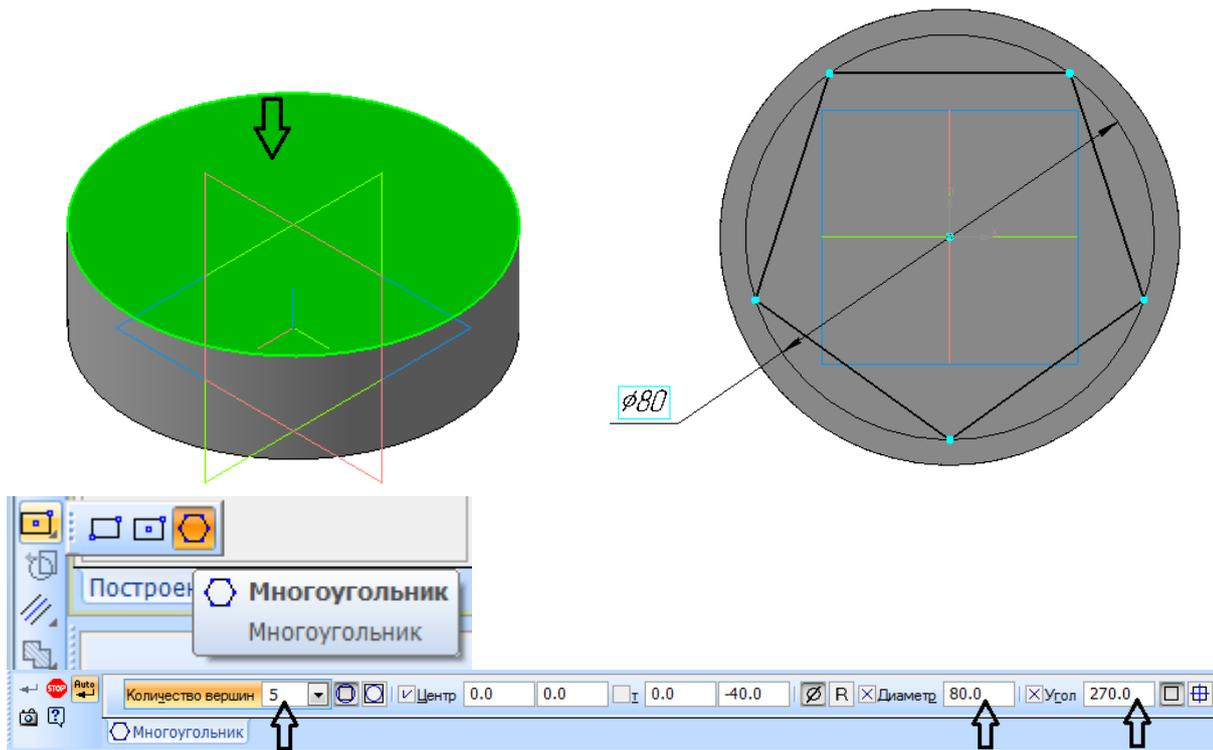

Рисунок 28.
6. На компактной панели  **Геометрия** выберите команду  **Многоугольник** (находится под кнопкой прямоугольника). Задайте количество вершин «5», по описанной окружности, **Ø80мм**, угол **270 градусов[Enter]**, зафиксируйте в центре окружности (рисунок 28).